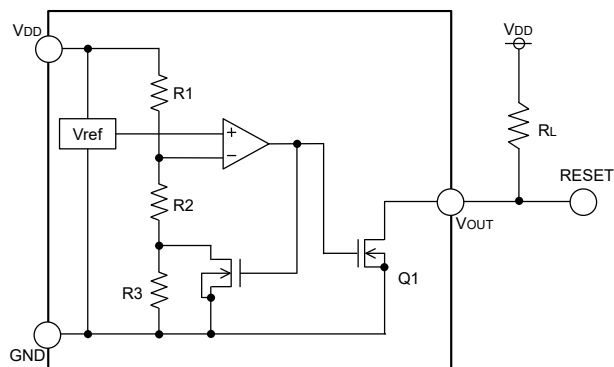
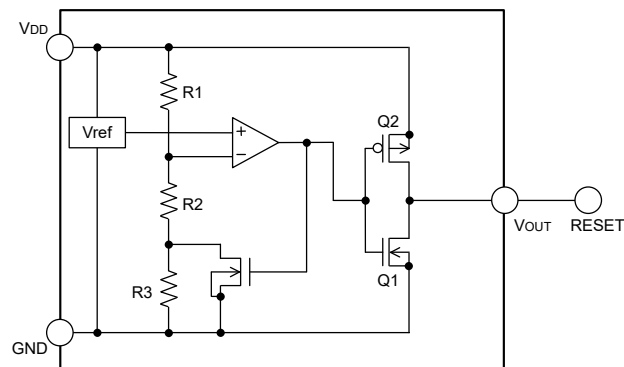

Fig.12(BU48xx タイプ内部ブロック図)
Fig.13(BU49xx タイプ内部ブロック図)
オープンドレインタイプ (Fig.12) と CMOS 出力タイプ (Fig.13) 共に、検出電圧及び解除電圧をスレッシュホールド電圧とし、VDD Pin に印加された電圧が各々のスレッシュホールド電圧に達した時、VOUT 端子電圧は“H” → “L” また “L” → “H” に切り換わります。BU48xx シリーズでは出力形式がオープンドレイン方式であるため、プルアップ抵抗を VDD または他の電源との間に接続してください。
入力電源電圧 VDD を SWEEP UP 及び SWEEP DOWN させた時の入力電圧 VDD と出力電圧 VOUT の関係は以下のようになります。(回路は Fig.12,13 です。) 下図の①～⑤について説明します。